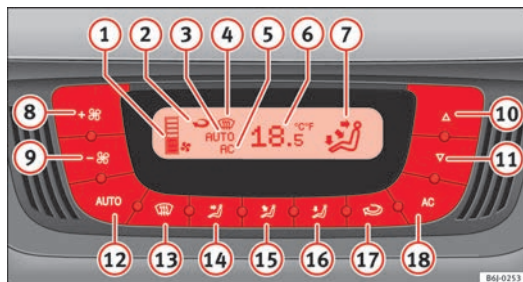

Fig. 95 Mandos del Climatronic en el tablero de instrumentos
- Pulse las teclas ⑩ y ⑪ ⇒ fig. 95 para ajustar la temperatura.
- ① Indicador del nivel del ventilador.
- ② Indicador de la función de recirculación de aire
- ③ Indicador **AUTO** (Funcionamiento automático)
- ④ Indicador de desempañado
- ⑤ Indicador AC (Refrigeración conectada)
- ⑥ Indicador de la temperatura interior seleccionada
- ⑦ Indicador de la dirección del caudal de aire
- ⑧ Aumento de la velocidad del ventilador
- ⑨ Disminución de la velocidad del ventilador
- Pulse la tecla **AUTO**. Se visualiza la indicación ⇒ fig. 95 **7**.
- Pulse las teclas **10** y **11** ⇒ fig. 95 para ajustar la temperatura deseada en el habitáculo. Se recomienda ajustar una temperatura de 22 °C (72 °F).
- Pulse una de las teclas ⇒ fig. 95 **14** a **16** o presione el regulador del ventilador **8** y **9**. Se apaga la indicación **3**.
El ventilador puede ajustarse por medio de las teclas **8** y **9** ⇒ fig. 95. Si el ventilador está apagado (en la pantalla no se indica ningún nivel **1**) y si se presiona la tecla **9**, se apaga el Climatronic. En tal caso aparecerá **OFF** en la pantalla.
- Pulse la tecla  para conectar o desconectar la recirculación de aire. Está conectada si aparece el símbolo  ⇒ fig. 95 en la pantalla.